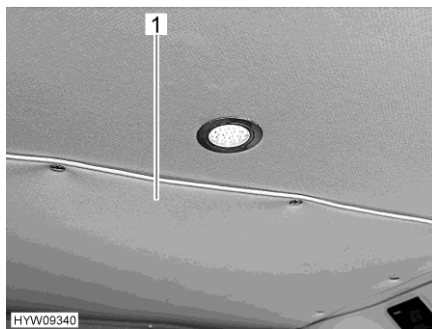
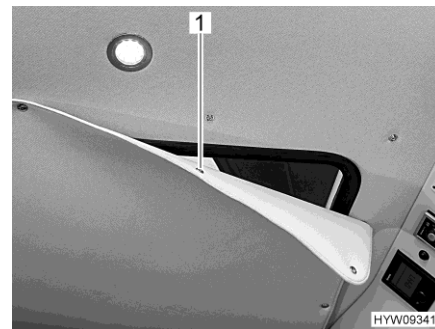

Fig. 33 Copertura (chiusa)
Fig. 34 Copertura (parzialmente aperta)
- Rimuovere la copertura (Fig. 33,1) nel rivestimento del tetto del vano abitabile. A tale scopo, aprire i bottoni a pressione (Fig. 34,1) sul bordo.
- Chiudere il passaggio verso il tetto con posto letto con la copertura (Fig. 33,1).